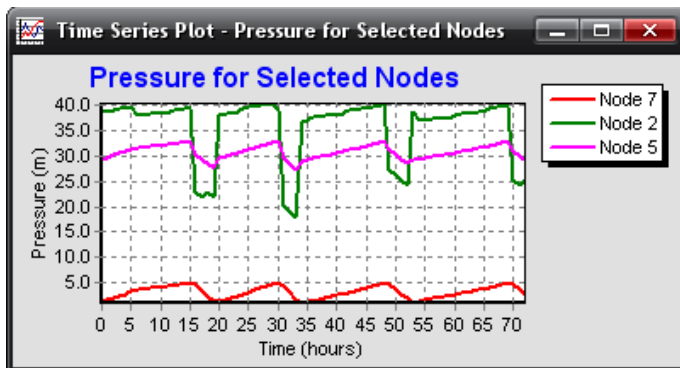

Рис. 4.9. Приклад схеми за допомогою часових рядів для вузлів
6. Натисніть кнопку **OK**, щоб відобразити графік на екрані (рис. 4.9).
Зверніть увагу на періодичність підйому води в резервуарі в залежності від часу (рис. 4.9) та на швидкості руху води на ділянці 1 при живленні мережі від насоса та від водонапірної башти.